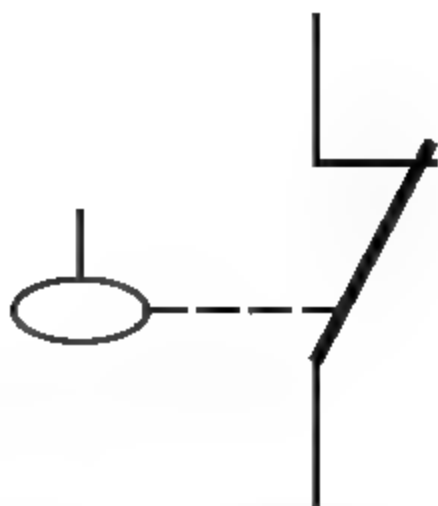

图3-77 最终结果
**06** 调用TR【修剪】命令，修剪多余的图形。选择修剪后的水平直线，在【图层】面板中选择【虚线】图层，操作结果如图3-77所示。